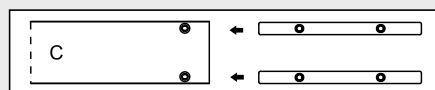

Fig. 24
- Insérez deux barres d'assemblage dans les cavités correspondantes à l'extrémité droite de la section « C » du rail de guidage. Fixez à l'aide de deux vis (Fig. 24).